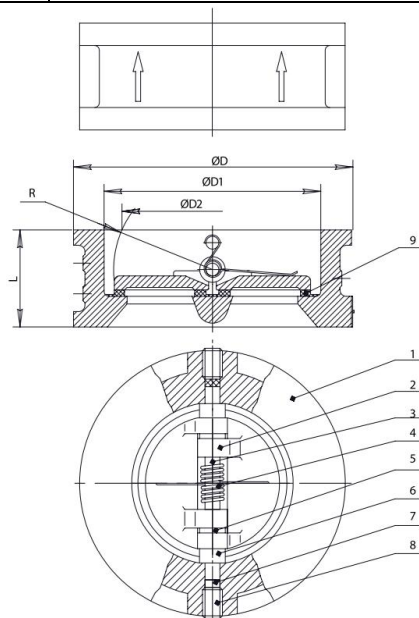

Рис. 1
1.3.1. Основные элементы конструкции клапана приведены в табл.1, на рис.1.
1.3.2. Под действием прямого потока рабочей среды створки диска (2) перемещаются по оси штока (3) и открывают клапан.
При отсутствии прямого потока рабочей среды под действием пружины (4) и собственного веса створки диска (2) перекрывает движение обратного потока среды (рис.1).